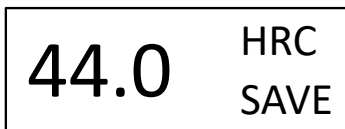

Рис. 5. Обозначение на дисплее результата сохранения текущего измерения или среднего измерения в память твердомера MET-MINI
5.5. Для сохранения текущего измерения необходимо кратковременно нажать кнопку 2 (). В зависимости от того, что было на дисплее перед нажатием: номер текущего измерения или среднее число твёрдости «AV», в память прибора запишется время и дата сохранения, текущее значение твёрдости или среднее значение твёрдости с указанием объёма выборки соответственно. Появится надпись «SAVE» (рис. 5).